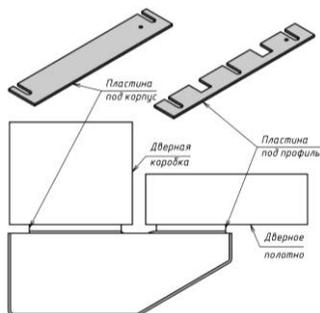

Рисунок 2 – Установка выравнивающих пластин под корпус и якорь
- пластина под профиль (рисунок 2).....-1 шт.
- пластина под корпус (рисунок 2).....-1 шт.
- саморез 5,5x32 (1).....-5 шт.
- винт M6x16 (2).....-1 шт.
- винт M3x4 (3).....-4 шт.
- гайка M4 (4).....-4 шт.
- шайба 4 65Г (5).....-4 шт.
- шайба 4 (6).....-4 шт.
- шайба 6 (7).....-3 шт.
- 5.4 Закрепить корпус замка на коробке двери саморезами (1). Закрепить Z-профиль на створке двери саморезами (1). Закрепить на Z-профиле якорь с пружиной винтом (2). Для совмещения рабочих поверхностей корпуса и якоря могут быть использованы выравнивающие пластины (рисунок 2). После регулировки правильного положения замка затянуть крепежные саморезы.